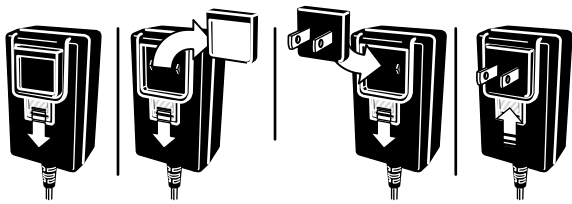

Figure 8
4. Retirez l'insert de protection de l'adaptateur d'alimentation et branchez la prise appropriée pour votre région (Figure 8).